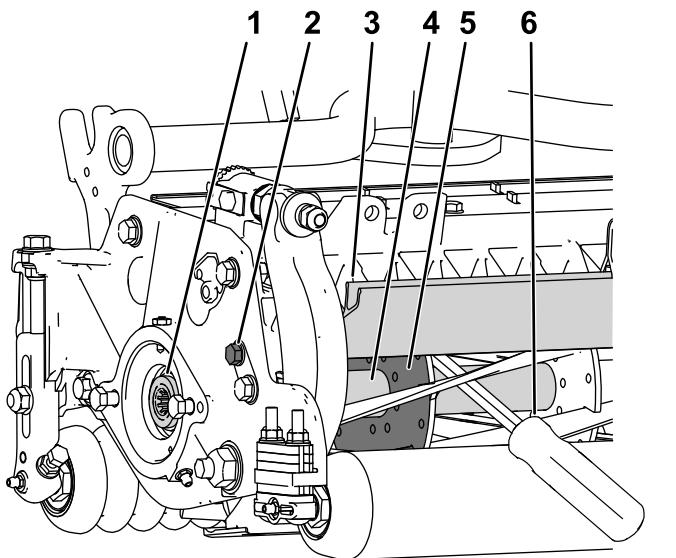

図 28
1. カッティングユニット左側のシールドボルトをゆるめて後シールドを上げる図 28。
2. 長い柄のバール9 mm x 30 cm 程度のドライバータイプのもの。握りのついているものがよいを用意する。バールは、トルク作業を行う側に近い側で、リールの後ろから差し込むようにする図 28。
3. リールサポートプレートの溶接されている側からバールを入れ図 28。